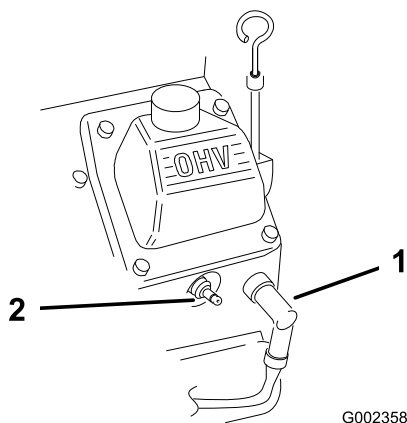

Figure 41
3. Débranchez les bougies (Figure 41).
3. Connectez les bougies (Figure 41).